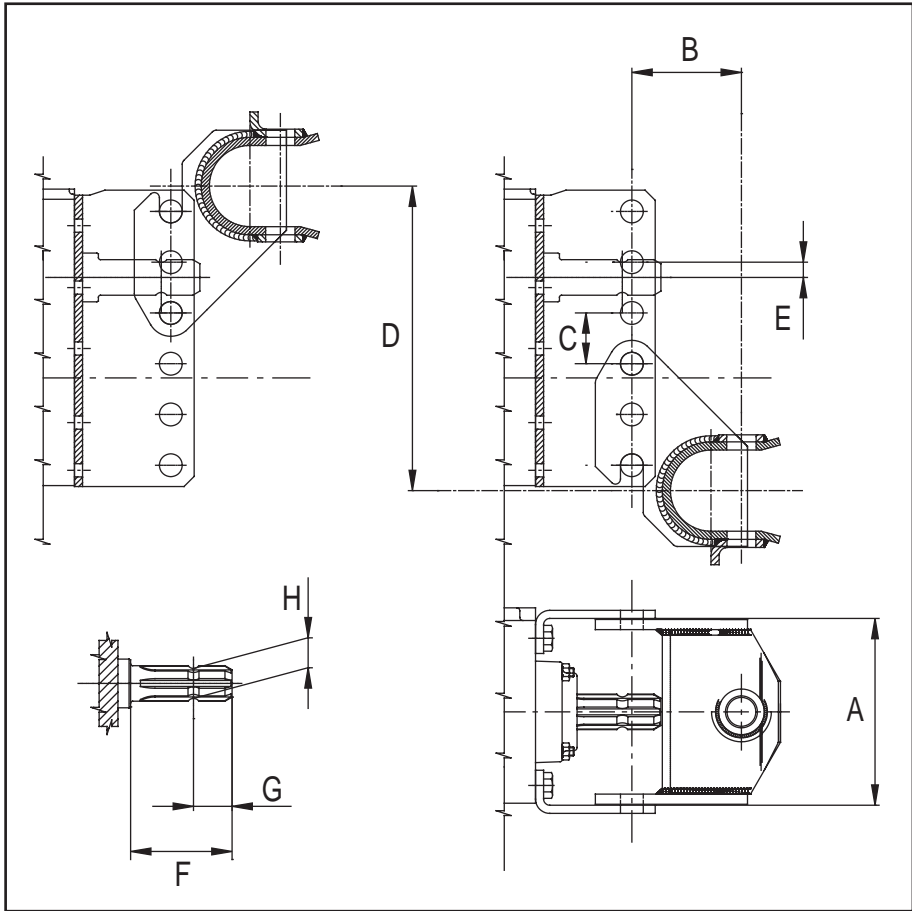
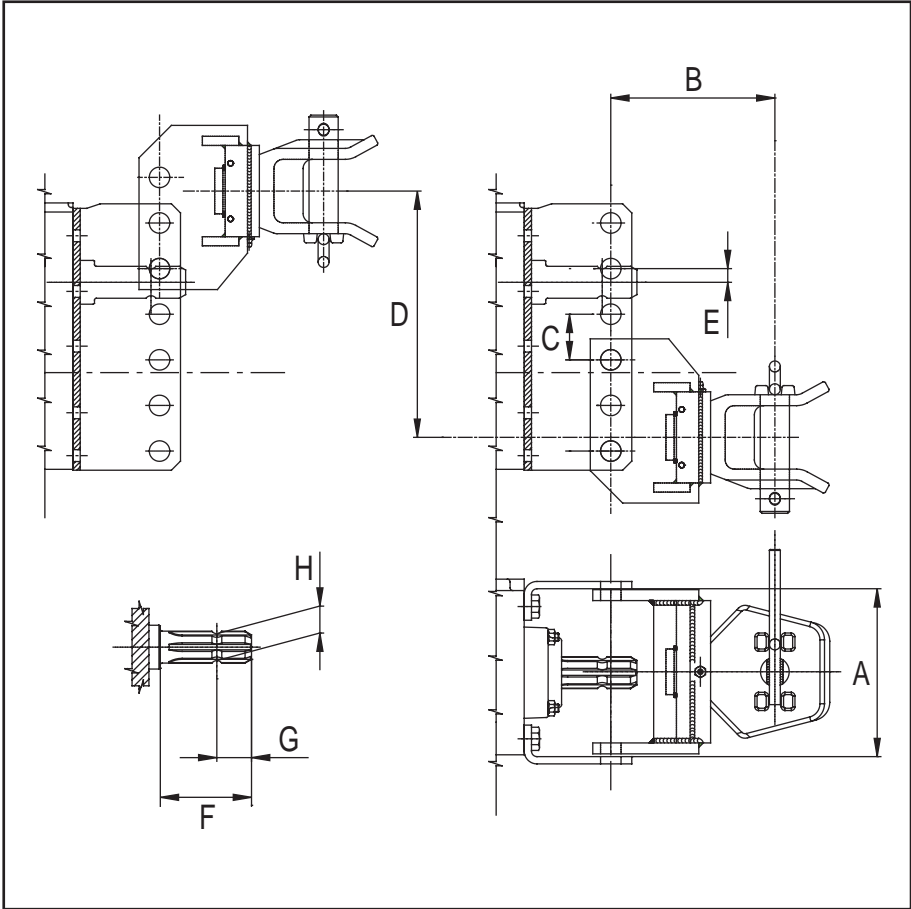

Abb. 5.46
Abb. 5.47
Die verschiedenen Höhen vom Boden sind auf Abb. 5.46 und Abb. 5.47 angegeben. Zum Verstellen der Höhe sind die Verbindungssplints (130) herauszuziehen, um den Haken zu lösen und in der gewünschten Stellung zu fixieren.